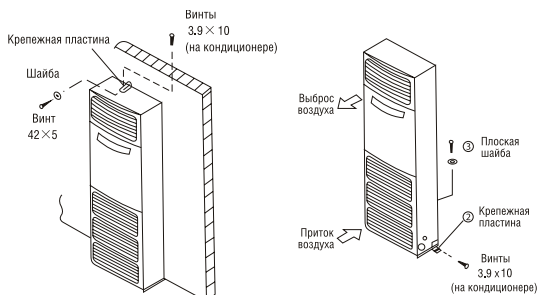

Рис.4
- Надежно прикрепите кондиционер к стене и полу, чтобы избежать его случайного падения (Рис.4).